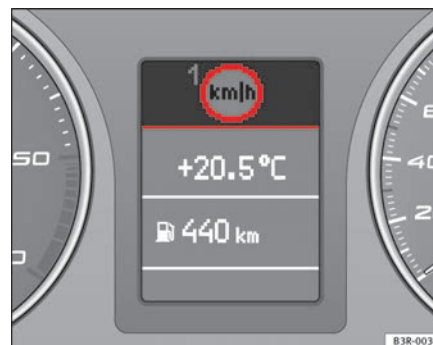

Abb. 55 Display: Geschwindigkeitswarnanlage
Die Geschwindigkeitswarnanlage warnt den Fahrer, wenn er eine zuvor abgespeicherte Höchstgeschwindigkeit überschreitet. Sobald die Geschwindigkeit den abgespeicherten Wert um etwa 10 km/h überschreitet, ertönt ein Warnton. Gleichzeitig erscheint im Display ein Warnsymbol ⇒ Abb. 55.
Das Geschwindigkeitswarnsymbol im Display  der Warnschwelle 1 ⇒ Seite 85, Abb. 55 erscheint beim Überschreiten der gespeicherten Höchstgeschwindigkeit. Es erlischt wieder, wenn die Geschwindigkeit unter die gespeicherte Höchstgeschwindigkeit verringert wird.
- Drücken Sie die CHECK-Taste so lange, bis das Symbol ⇒ Seite 85, Abb. 55 erscheint.